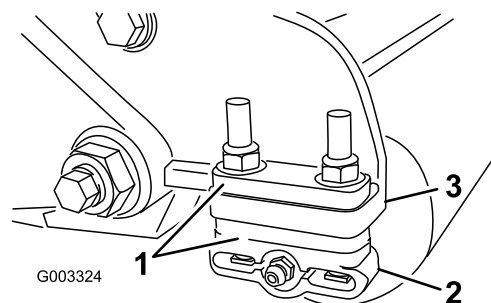

Figura 13
1. Regolate le staffe del rullo posteriore (Figura 13) in base all'altezza di taglio desiderata posizionando il numero di distanziali necessari sotto la flangia di montaggio della piastra laterale (Figura 13) conformemente alla tabella delle altezze di taglio.